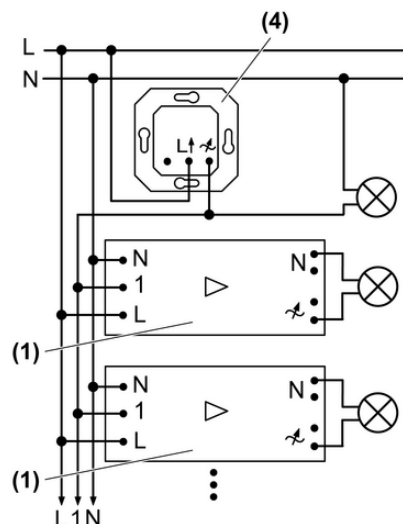

Figure 2
- (1) Module additionnel de puissance
- (4) Variateur
- Raccorder le module additionnel de puissance selon le schéma de raccordement (figure 2).